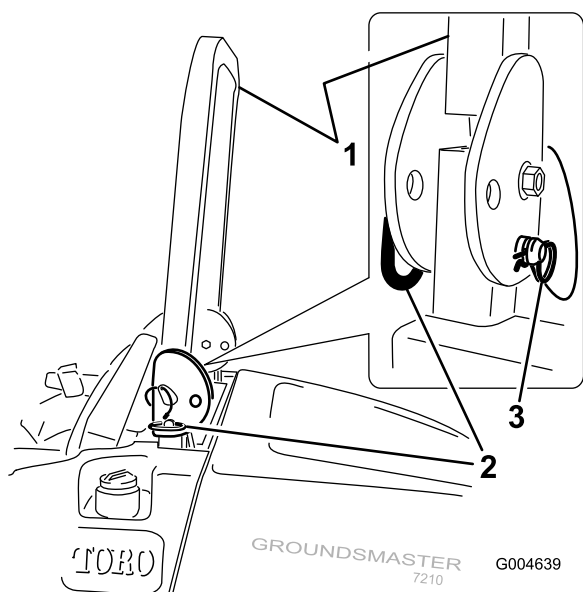

Figura 12
1. Para baixar a barra de segurança, retire os pernos de gancho, empurre a barra de segurança para a frente contra as molas e retire os dois pinos (Figura 12).
3. Instale os 2 pinos e fixe-os com os contrapinos (Figura 12).
4. Para levantar a barra de segurança, remova os contrapinos e os dois pinos (Figura 12).
5. Levante a barra de segurança na vertical, instale os dois pinos e fixe-os com os contrapinos (Figura 12).